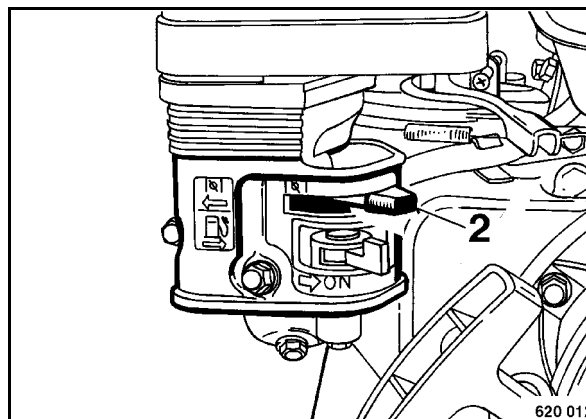

рис. 7
- Не задействовать рычаг 2 (рис. 7) воздушной заслонки. При необходимости, в соответствии с температурой двигателя или воздуха установить рычаг (2) в среднее положение.